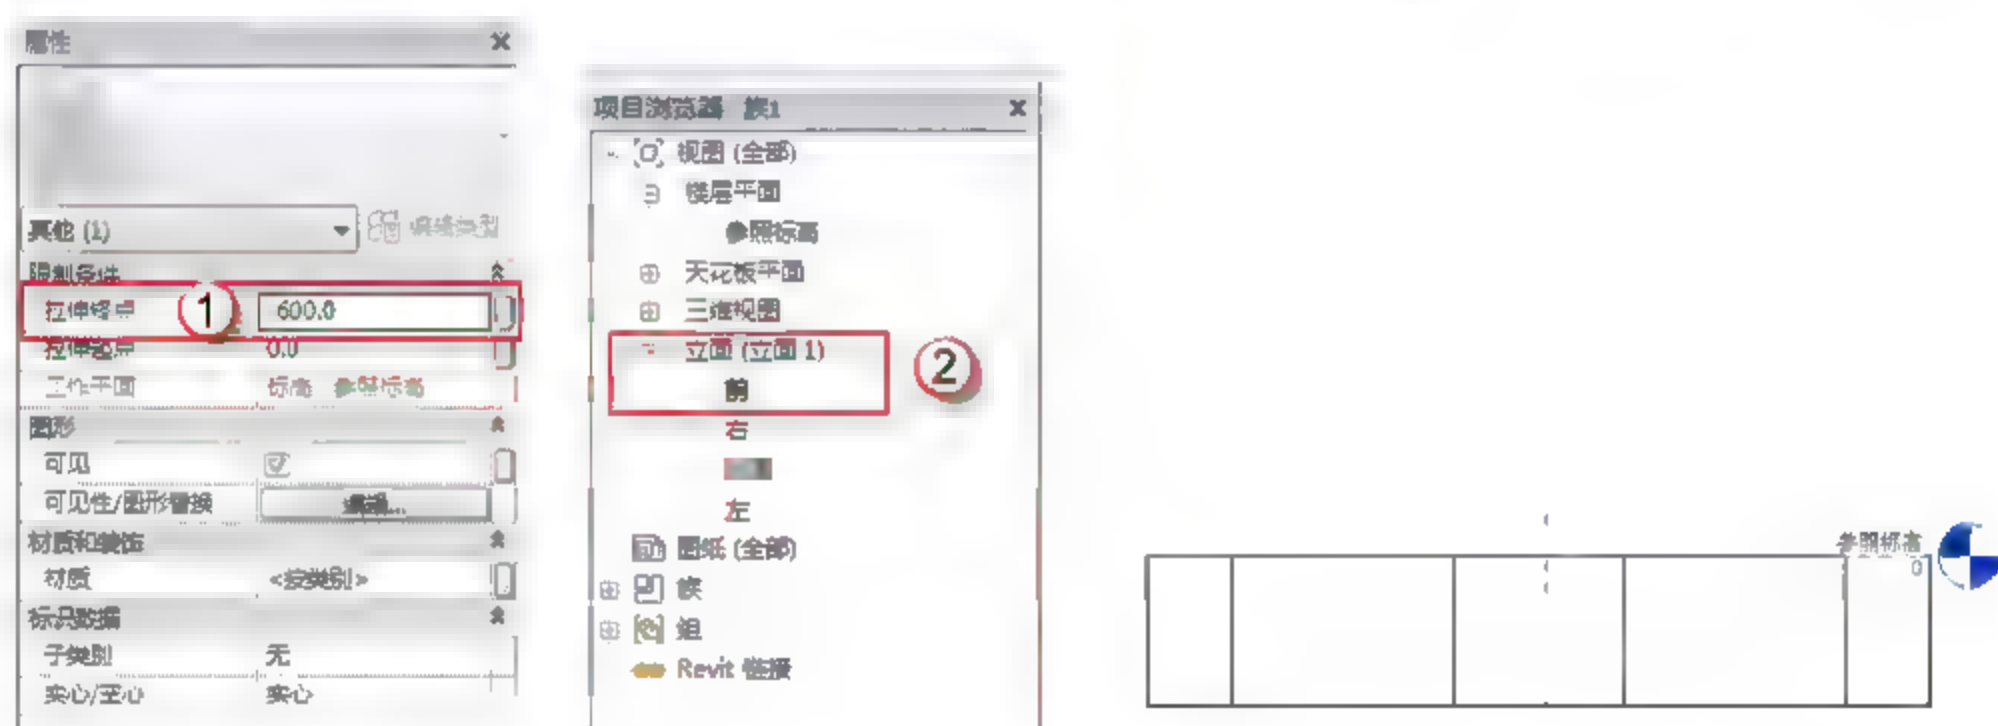

图 2.1.31 设置承台高度
(5) 设置承台高度。在“属性”面板中，在“拉伸终点”后输入数值-600，在“项目浏览器”中选择“立面”→“前”命令，观看承台高度，如图 2.1.31 所示。